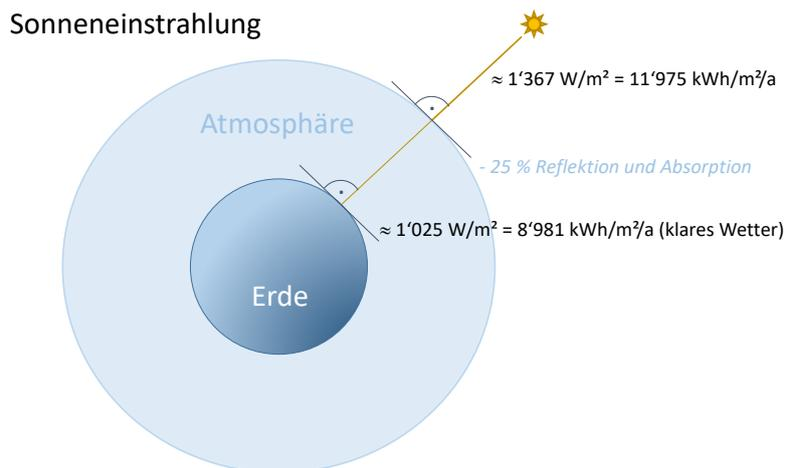

Bild 10: Die Sonne sendet uns bei klarem Wetter eine Leistung von rund 1'000 Watt pro Quadratmeter auf die Erde.
- Geographische Lage und Ausrichtung des Moduls (Himmelsrichtung, Neigung) (Bild 10 bis 14)